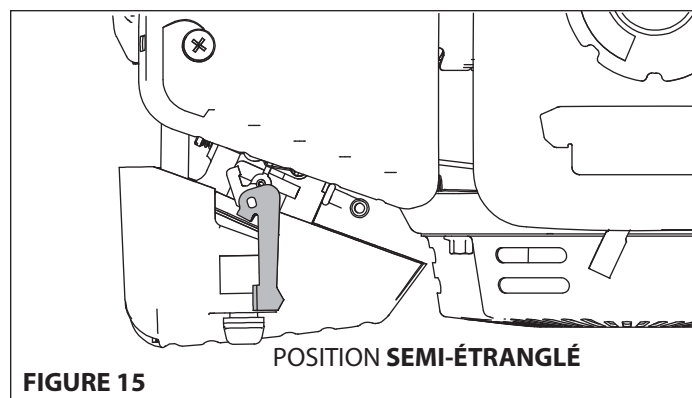

FIGURE 15
- Si le moteur est chaud ou que la température ambiante est élevée, mettre le levier du volet de départ en position **SEMI-ÉTRANGLÉ** ou **MARCHÉ**. **VOIR FIGURES 15 ET 16.**
5. Une fois que le moteur se met en marche, mettre le levier du volet de départ en position **SEMI-ÉTRANGLÉ**. **VOIR FIGURE 15.**